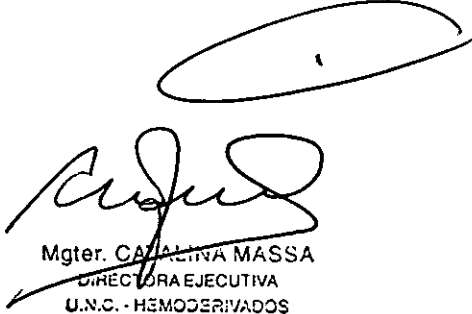

Figura 9.1c
- Cierre la tapa de la centrífuga. Si la tapa y el cierre no pueden asegurarse, verifique la posición y dirección del bowl centrífugo (Figura 9.1c)